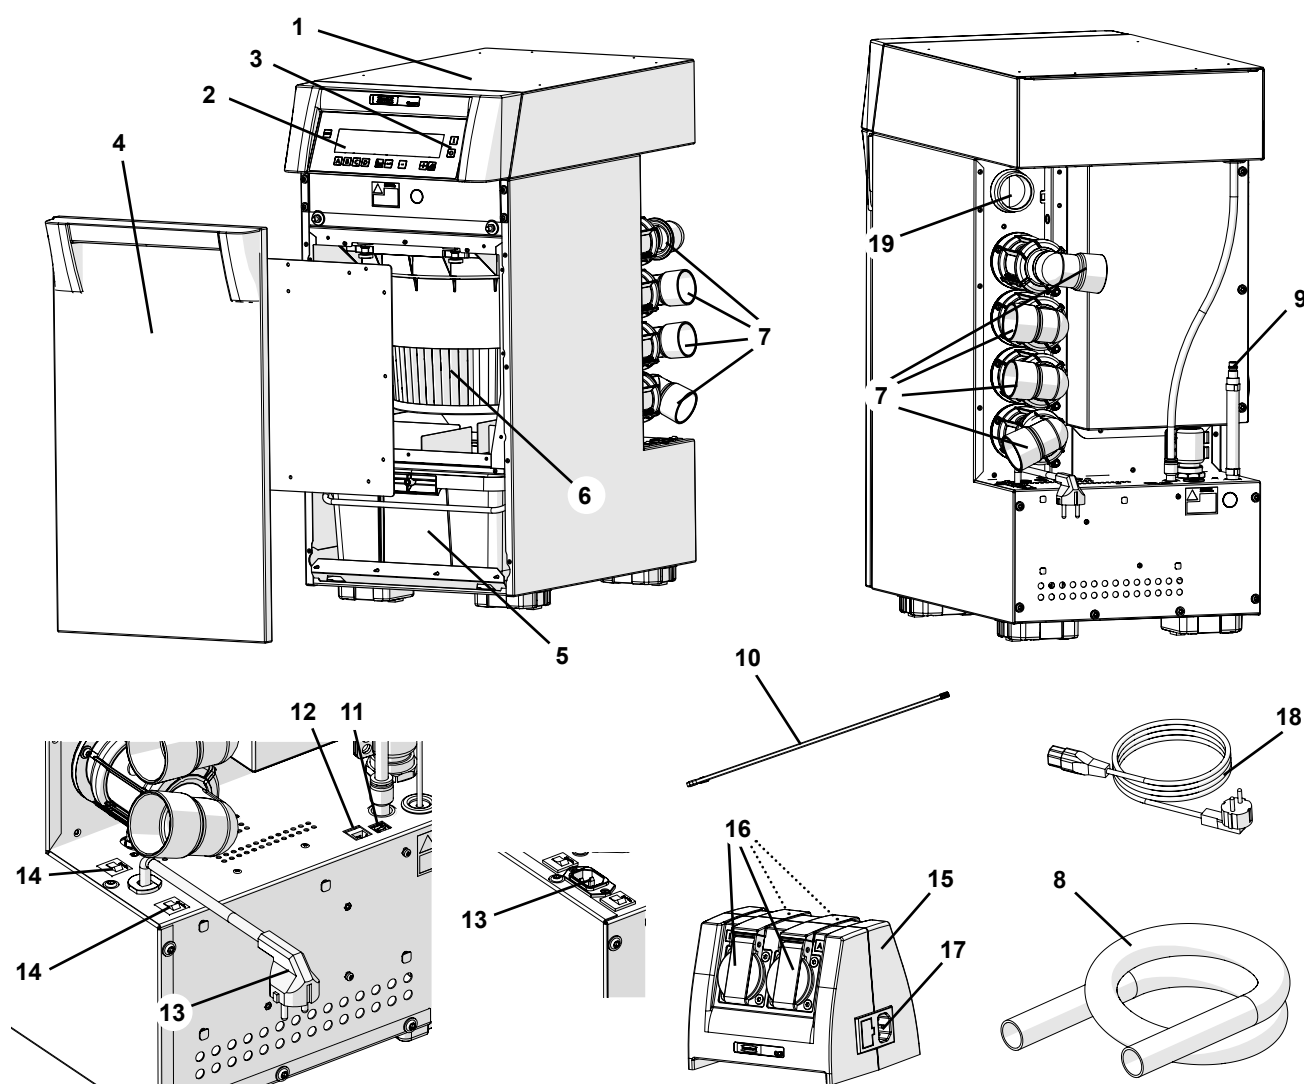

Abb. 1
- ▶ Die Gerätesteckdosen in der Quattro Control-Box (15, Abb.1) sind nur für die in der Betriebsanleitung angegebenen Zwecke ausgelegt. Der Anschluss anderer Elektrogeräte kann zu Sachschäden führen.
⇒ Kühlluftschlauch in Kühlluft-Anschluss (19, Abb. 1) einstecken.
⇒ Gerät am Ein- / Aus- Schalter (3, Abb. 1) ausschalten.
Auf der Geräteseite ist der Druckluftschlauch fest angeschlossen (9, Abb. 1).